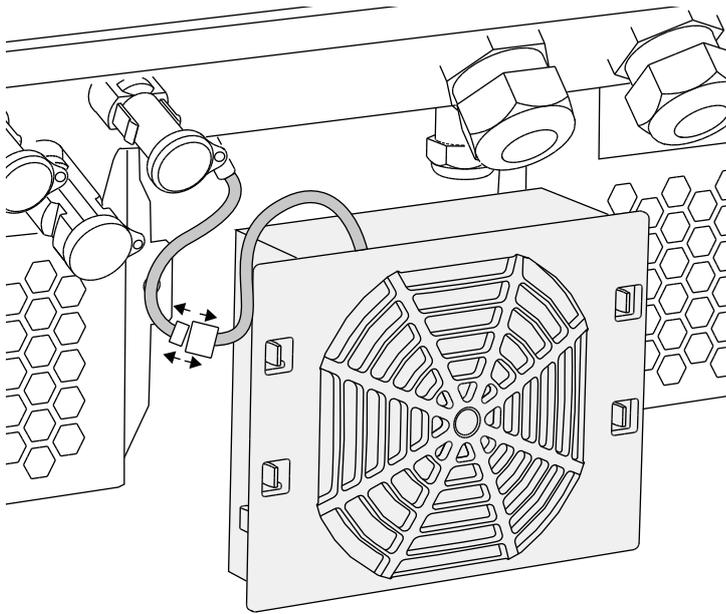

Fig. 70 : Déconnexion du câble du ventilateur
4. Enlever entièrement le ventilateur du boîtier. Pour cela, détacher le connecteur enfichable du câble du ventilateur.  **Fig. 70**